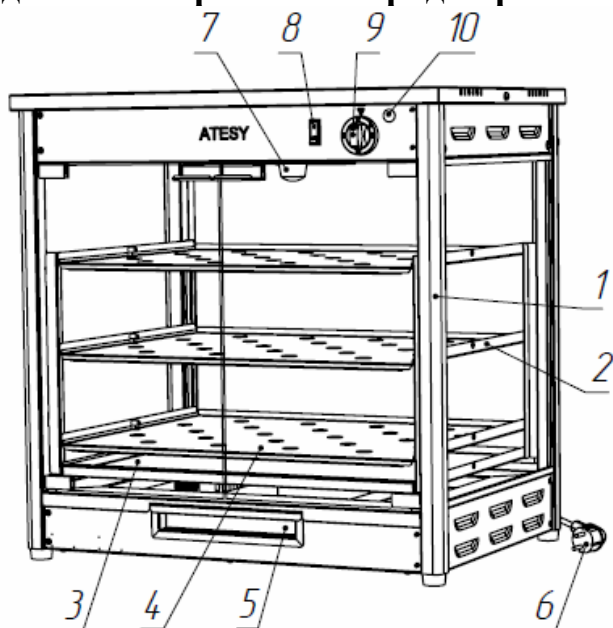

Рис.1
4.5. Периодически, не реже одного раза в час, необходимо контролировать уровень воды в поддоне (поз.5) (рис.1) и при необходимости производить долив.
4.8. В витрине имеется лампа для освещения камеры (поз.7) (рис.1).
4.11. Лоток для воды (поз.5) (рис.1) имеет упоры, ограничивающие его неконтролируемое выпадение при вынимании. Для полного вынимания лотка из витрины необходимо в момент срабатывания упоров приподнять лоток на 4-5 мм по вертикали и потянуть на себя. При установке лотка упоры должны пройти сквозь паз в передней панели витрины и только после этого лоток опустится на направляющие.
4.14.2. Отключить освещение камеры выключателем освещения (поз.8) (рис.1).
4.14.3. Извлечь электровилку (поз.6) (рис.1) из розетки.
4.15. Ежедневно в конце работы после остывания витрины необходимо производить её очистку. Для этого извлечь поддон для жира (поз.3) (рис.1), воды (поз.5) (рис.1), полки (поз.4) (рис.1) и решетки (поз.2) (рис.1) из камеры, промыть их и просушить. Промыть и просушить камеру, стёкла и загрязнившиеся наружные поверхности витрины. Установить на свои места поддоны, решетки и полки.